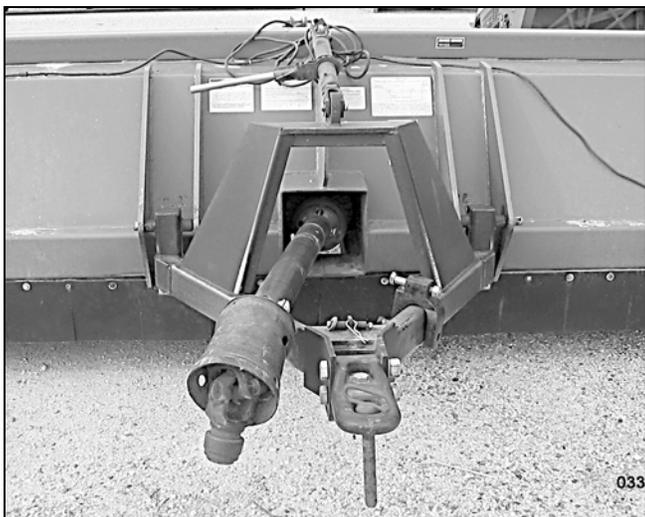

Figura 7. Conexão ao modelo de tração
1. Use a catraca (consulte a Figura 7) na parte superior do engate para ajustar a altura do engate.